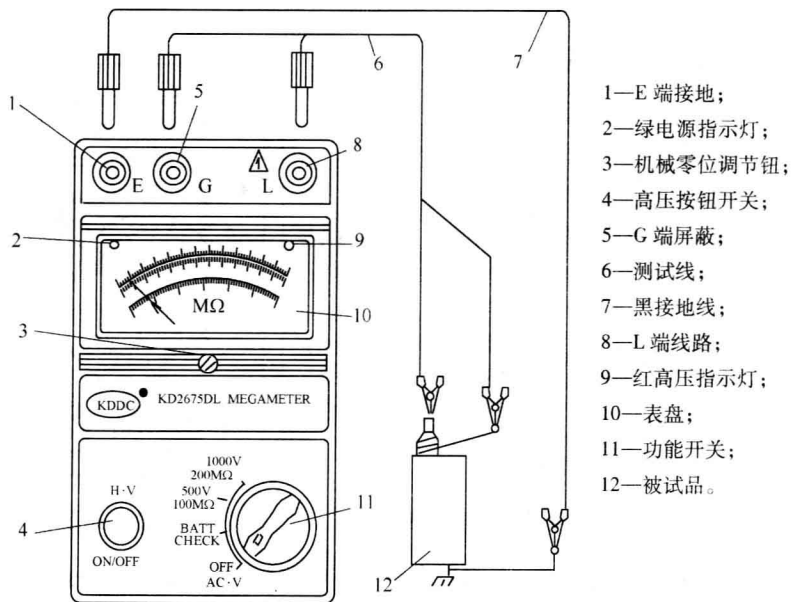

图 1-14 KD2675UL 型兆欧表
兆欧表俗称摇表或绝缘摇表，主要用于测量绝缘电阻。它有手动和电动两种。KD2675 型兆欧表如图 1-14 所示，其使用方法如下：
(1) 零位校准。将功能开关拨到“OFF”位置，调节机械零位调节钮，使仪表的指针校准到标准刻度尺的“0”分度线。
(2) 电池电量检查。使用之前，应先检查电池电量是否充足，方法是：将功能开关拨到“BATT - CHECK”位置，当指针在表盘右下方带箭头的标度“BATT · GOOD”区域内时，表示电量正常；否则，电量不足应更换电池。
(3) 连接测试线。将测试线的红色插头插入仪表的 L 端插座，黑色插头插入 G 端插座，将接地线的插头（黑）插入 E 端插座。再将黑色测试线的另一端接到被试品上，接地线另一端接到被试品的接地点，如图 1-14 所示。
(4) 测试。按被试品的电压等级选择测试电压挡，并将功能开关旋至对应挡位上，此时表盘左上角电源指示灯亮。按下高压按钮开关“H · V ON/OFF”，表盘右上角高压指示灯亮，表示测试高压开启，同时表指针将在相应的刻度上指示出被试品的绝缘电阻值。